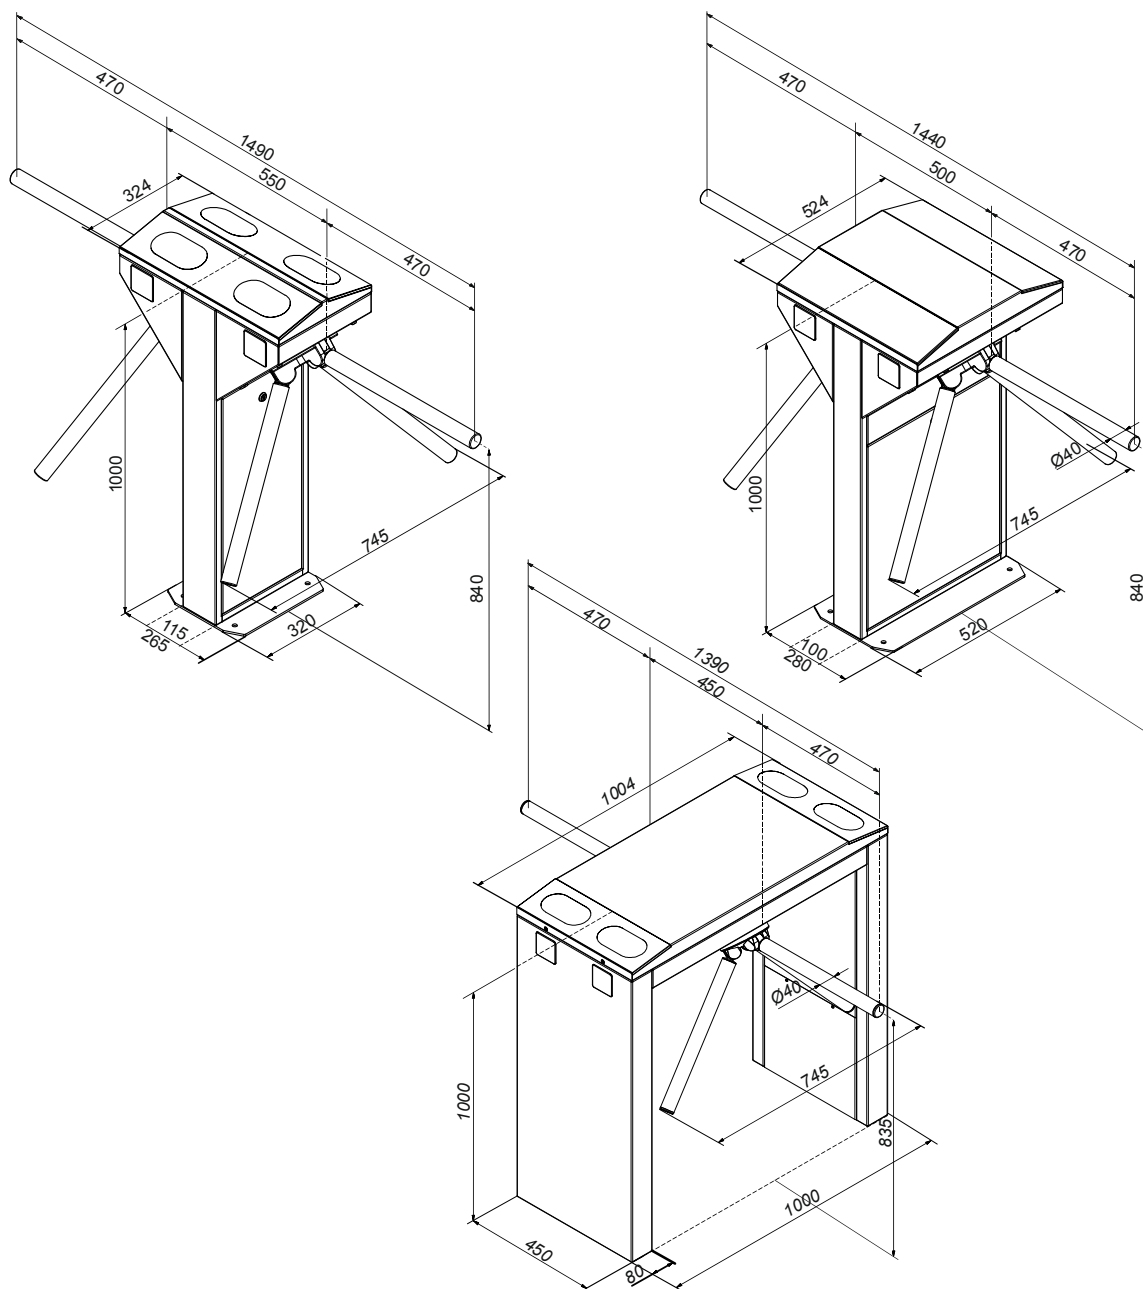

Рис. 2 - Габаритные размеры турникета-трипода
1.3.4 Габаритные и установочные размеры турникета (Рис.2).